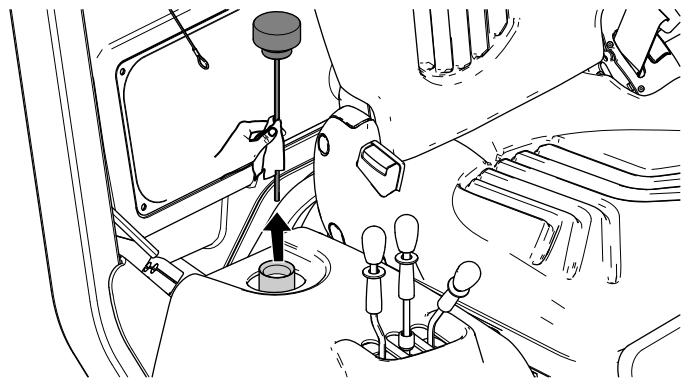

図 98
4. 油圧オイルタンクからディップスティックを抜き、ウェスで一度きれいに拭く図 98。